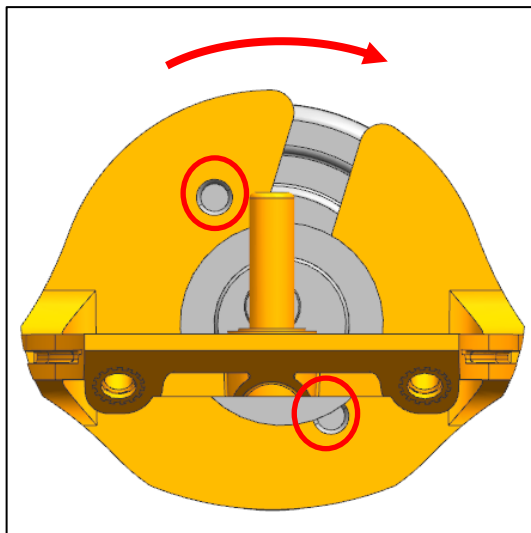

Abb. 29
- Drehen Sie den Motor bis die Bohrungen des Motors konzentrisch zu denen des Motorhalter steht (Abb. 29).